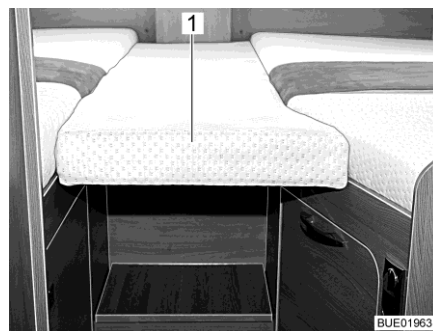
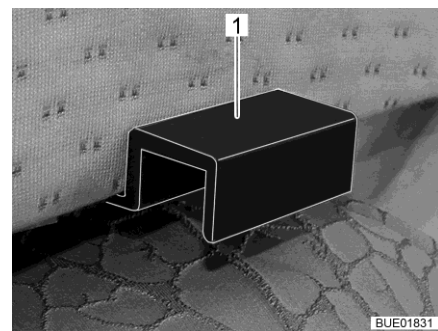

Bild 172 Zusatzpolster
Bild 173 Halterung Zusatzpolster
- Das Zusatzpolster (Bild 172,1) mit den Halterungen (Bild 173,1) so in die Blenden der Einzelbetten einhängen, dass eine geschlossene Liegefläche entsteht.